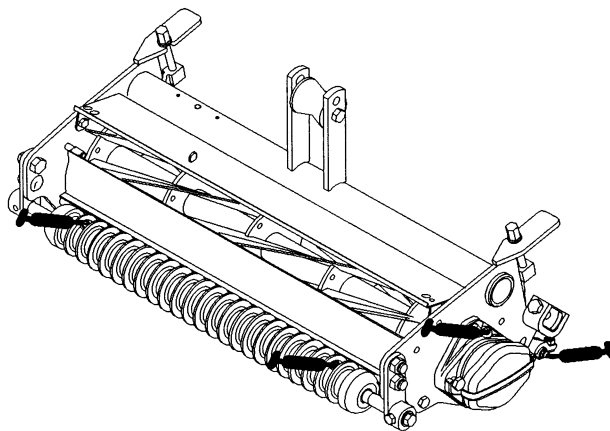

Figure 5
1. Position et nombre de points de graissage: roulements de cylindre (2) et rouleaux avant et arrière (2 chacun) (Fig. 5).